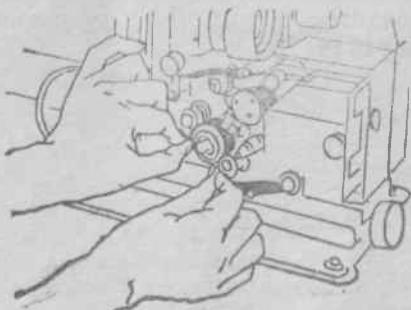

Рис. 29.
7. Указательным пальцем левой руки поправьте петлю под фильмовым каналом так, чтобы она достигла риски с буквой «М» при магнитной фонограмме и риски с буквой «О» при оптической фонограмме (рис. 29). Учтите, что от величины этой петли зависит совпадение звука с изображением. Поправляя нижнюю петлю, следите за тем, чтобы не уменьшилась верхняя петля.
9. Обогнув качающийся ролик демпфера, введите фильм между задерживающим барабаном и его роликами до упора, как показано на рис. 29. Убедитесь в том, что перфорационные отверстия легли на зубцы барабана.